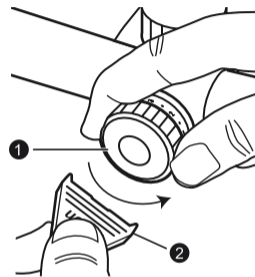

Fig. 3-1
- ① Maintenez fermement la molette d'intensité de rhéostat et tournez le couvercle du logement de la pile ① dans le sens inverse des aiguilles d'une montre avec le dispositif d'ouverture du couvercle du logement de la pile ② (Fig. 3-1).